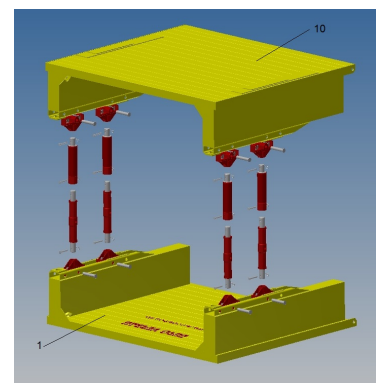

Bild 1a
4. Montage (siehe Bild 1a/1b):
- Platte (1) mit den Führungspfosten (2) nach oben auf ebenes waagrechttes Gelände legen.
- Vier vorgespannte Federpilze (3) in die Führungsprofile der Führungspfosten einführen. Entsprechende Steckbolzen (4) $d = 43$ mm, $L = 212$ mm in die vorgesehenen Aufnahmelöcher des Führungspfostens stecken und mittels Federstecker sichern. Federpilze durch Lösen der Muttern (5) entspannen.